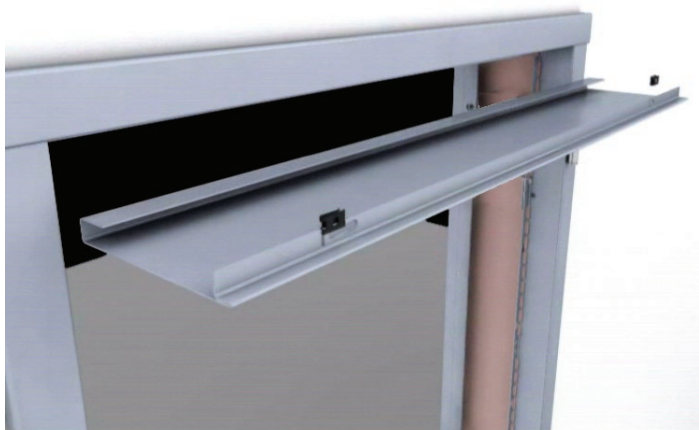

figure 10
- Glissez les lattes de butée sur les montants puis fixez-les à l'huissérie à l'aide des vis (M5X12 mm). (figure 10)